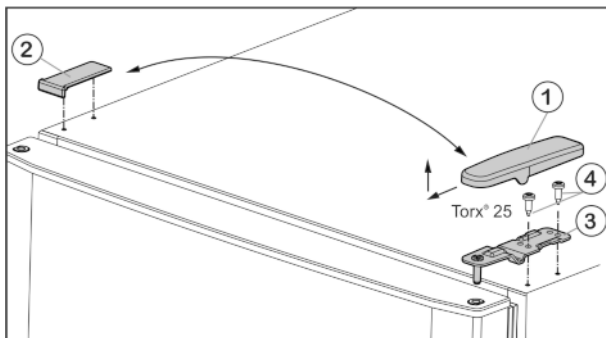

Fig. 4
- ▶ Abdeckung Fig. 4 (1) nach vorne und oben abziehen.
- ▶ Abdeckung Fig. 4 (2) abheben.
- ▶ Oberen Lagerbock Fig. 4 (3) abschrauben (2 mal Torx® 25) Fig. 4 (4) und nach oben abziehen.
- ▶ Oberen Lagerbock *Fig. 4 (3)* auf der neuen Scharnierseite in die Tür einsetzen.
- ▶ Oberen Lagerbock **fest (mit 4 Nm)** anschrauben (2 mal Torx® 25) *Fig. 4 (4)*. Eventuell einen Akkuschauber verwenden.
- ▶ Abdeckung *Fig. 4 (1)* auf der Gegenseite von außen aufsetzen und einrasten.
- ▶ Abdeckung *Fig. 4 (2)* jeweils auf der Gegenseite von oben aufsetzen und einrasten.